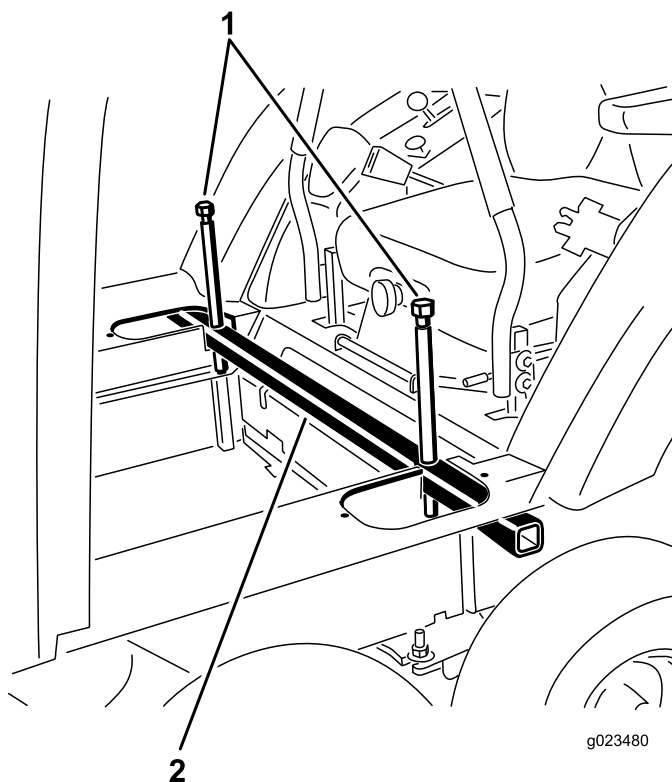

Figura 27
16. Afloje los pernos de elevación y retire el tubo de elevación de la cabina de los recortes del suelo de la cabina (Figura 27).